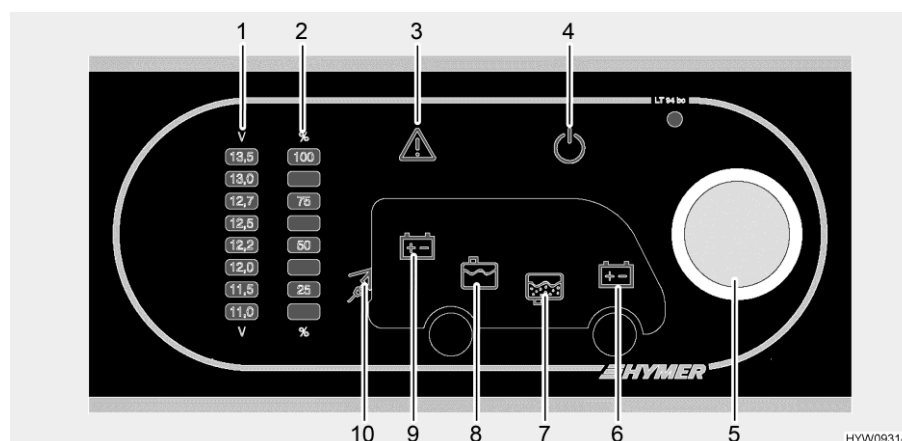

Fig. 95 Pannello di controllo (LT 94)
Il pulsante a rotazione (Fig. 95,5) inserisce o disinserisce il pannello di controllo e l'alimentazione a 12 V dell'abitacolo.
Accensione: ■ Premere il pulsante a rotazione (Fig. 95,5): L'alimentazione a 12 V dell'abitacolo è inserita. La spia di controllo a 12 V (Fig. 95,4) diventa verde.
Spegnimento: ■ Premere il pulsante a rotazione (Fig. 95,5): L'alimentazione a 12 V dell'abitacolo è disinserita. La spia di controllo a 12 V (Fig. 95,4) si spegne.
Mediante il pulsante a rotazione (Fig. 95,5) si possono interrogare sia la tensione della batteria dell'abitacolo che la tensione della batteria di avviamento. La tensione viene visualizzata sulla scala indicatore per la tensione della batteria (Fig. 95,1).
Indicazione: ■ Ruotare il pulsante a rotazione (Fig. 95,5), finché si accende il simbolo della batteria della quale deve essere interrogata la tensione.
Viene indicata la tensione della batteria dell'abitacolo (Fig. 95,9)
Viene indicata la tensione della batteria di avviamento (Fig. 95,6)
- Leggere la tensione sulla scala indicatore della tensione della batteria (Fig. 95,1).
Mediante il pulsante a rotazione (Fig. 95,5) si possono interrogare sia il livello del serbatoio dell'acqua che il livello del serbatoio delle acque grigie. Il livello viene visualizzato sulla scala indicatore livello dei serbatoi (Fig. 95,2).
- Ruotare il pulsante a rotazione (Fig. 95,5), finché si accende il simbolo del serbatoio del quale deve essere interrogato il livello.
Viene indicato il livello del serbatoio dell'acqua (Fig. 95,8)
Viene indicato il livello del serbatoio delle acque grigie (Fig. 95,7)
- Leggere il livello sulla scala indicatore del livello serbatoio (Fig. 95,2).
La spia luminosa Alarm (Fig. 95,3) lampeggia non appena i valori limite fissati vengono superati per eccesso o per difetto.
La spia luminosa Alarm (Fig. 95,3) lampeggia non appena la tensione della batteria scende al di sotto di 11 V. Se l'alimentazione a 12 V è accesa, si accende anche il relativo simbolo della batteria (Fig. 95,6 o 9), e l'indicatore "11,0" sulla scala indicatore della tensione della batteria (Fig. 95,1) lampeggia. Rischio di uno scaricamento totale della batteria.
La spia luminosa Alarm (Fig. 95,3) lampeggia ed il relativo simbolo del serbatoio (Fig. 95,7 o 8) si accende non appena il serbatoio dell'acqua è vuoto o il serbatoio delle acque grigie è pieno.
La spia di controllo a 230 V (Fig. 95,10) si accende quando all'ingresso della centralina elettrica è presente una tensione di rete.